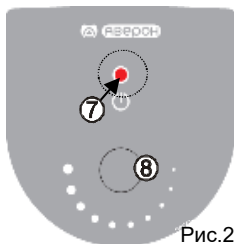

Рис.2
- Включение нагрева отображается светодиодом (7), рис.2.
- не светится (не мигает) – нагрев выключен, ручка (8) в крайнем левом положении,
- Задание температуры - вращением ручки (8): по часовой стрелке – увеличение температуры, против часовой стрелки – уменьшение температуры.